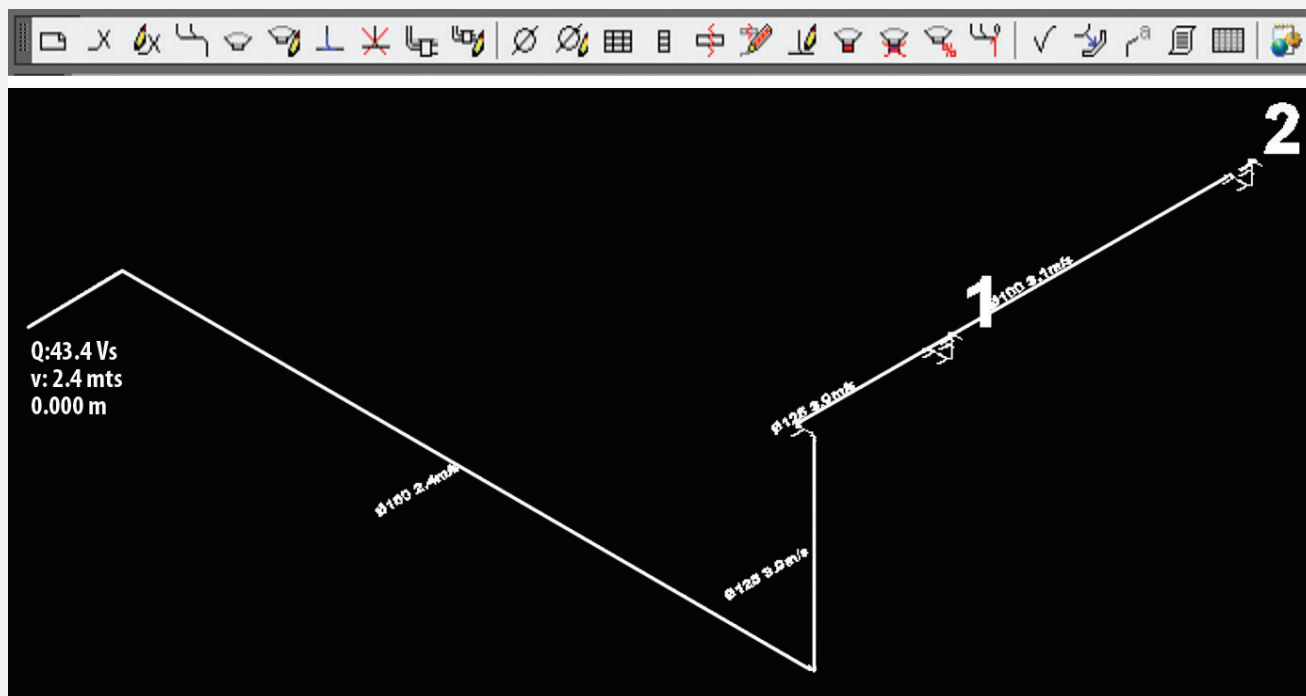

Figura 8. Trazado de la red en entorno Autocad.
4. Se procede a realizar el trazado de la red usando el software de diseño que usa como plataforma Autocad (Ver Figura 8).